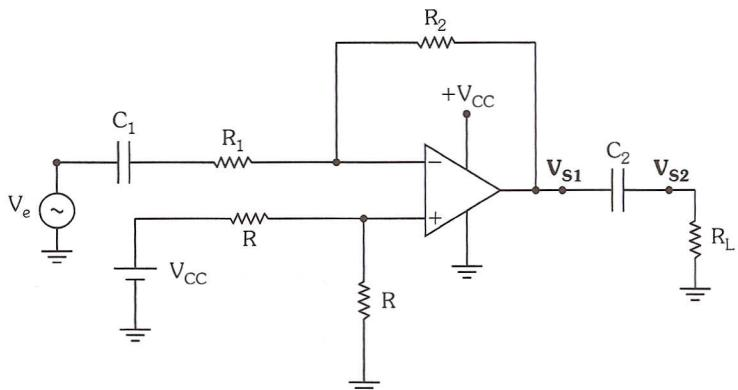
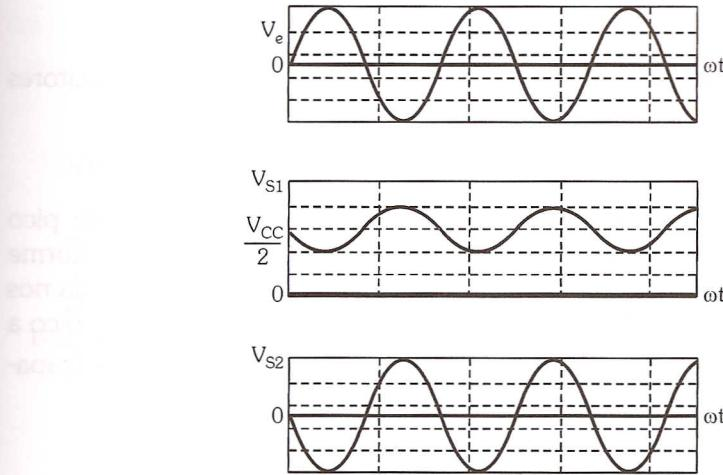

Figura 1.28: Amplificador inversor com fonte simples.
Figura 1.30: Formas de onda de entrada e saída do AO e carga para o circuito da Figura 1.28 para uma entrada senoidal.
O circuito da Figura 1.28 usa uma única fonte, sendo o terminal $-V_{CC}$ ligado ao terra. Os resistores R_2 e R_1 continuam a determinar o ganho, as resistências R polarizam o circuito em $V_{CC}/2$ e os capacitores C_1 e C_2 são de acoplamento
A seguir, a Figura 1.30 apresenta as formas de onda do circuito da Figura 1.28 para uma entrada senoidal. Observar que na saída do AO a tensão senoidal varia ao redor da tensão de polarização que vale $V_{CC}/2$, exatamente como em um amplificador classe A.
1. Para o circuito da Figura 1.28 a entrada tem 0,2V de pico/1KHz/senoidal. Dados: $R_1 = 1K$, $R_2 = R_L = R = 10K$, $A_{VO} = 100.000$, $f_u = 1MHz$ e $C_2 = 20\mu F$. Pedem-se: